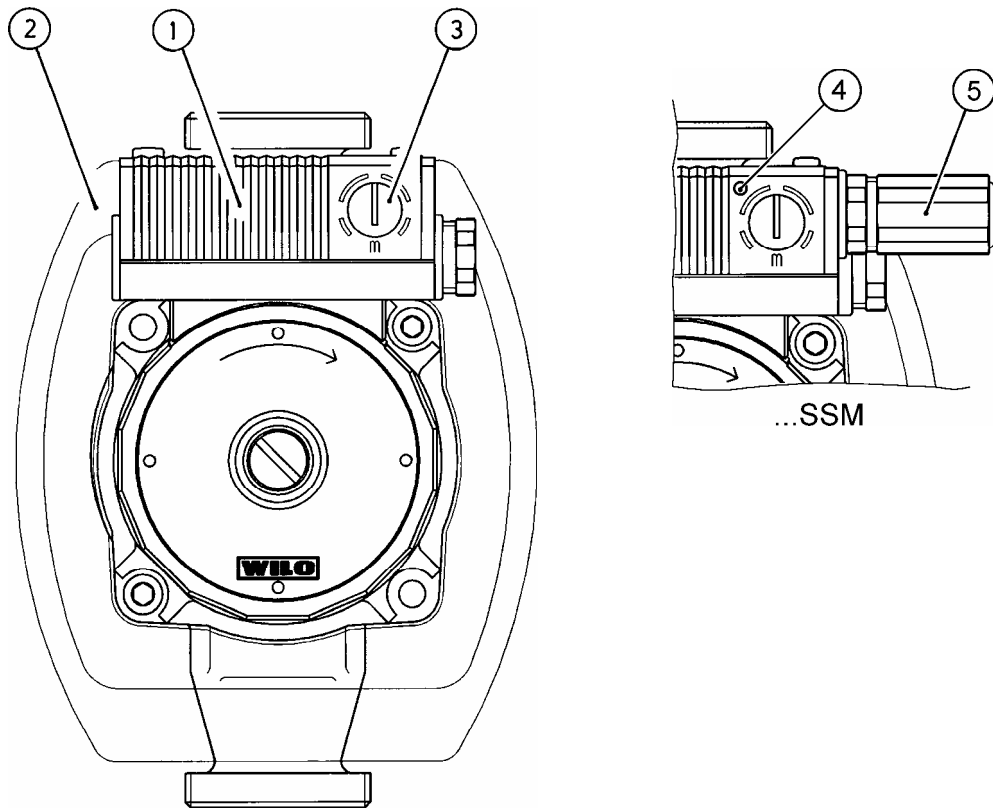

РИС. 1
- Комбинированный индикатор «нормальная работа/сбой» (рис. 1, поз. 4) горит зеленым цветом при нормальной работе. При возникновении неисправности загорается красным.
- SSM: Обобщенный сигнал неисправности (SSM) через быстроразъемное соединение (рис. 1, поз. 5) насоса может быть подключен напрямую к отдельно расположенному центральному посту управления.
- Установите значение требуемого напора насоса с помощью переключателя (рис.1, поз.3).